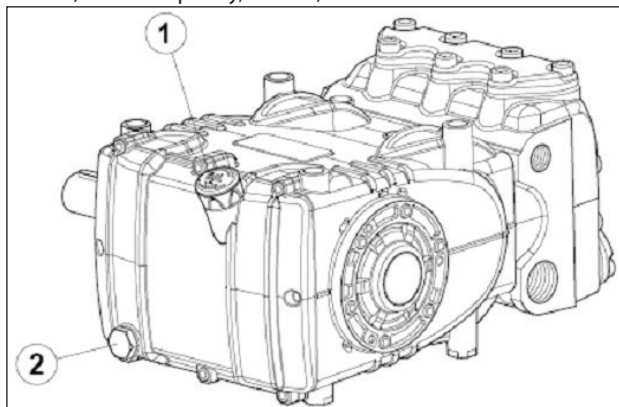

Рис. 1
Перед тем как приступить к ремонту механических компонентов, необходимо удалить масло из картера. Чтобы слить масло, необходимо снять маслосмерный щуп, поз. ①, а затем пробку, поз. ②, Рис. 1.